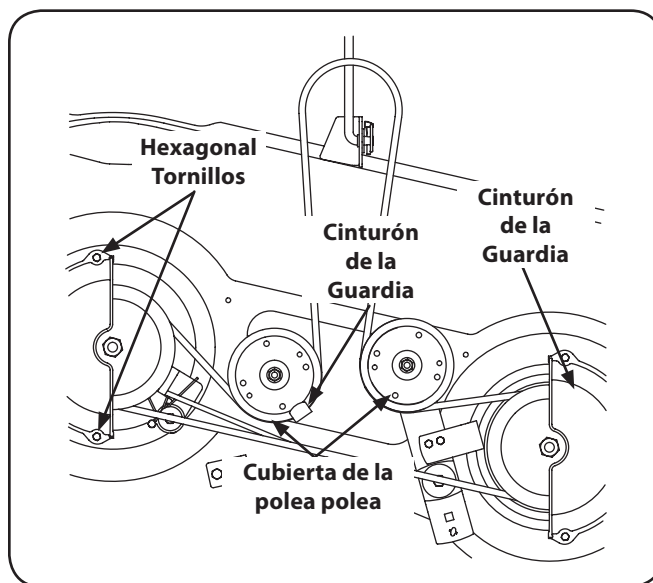

Figura 7-9
3. Afloje, pero no retire la varilla de fijador de la correa en la polea situada cerca de la parte posterior de la cubierta. Véase la figura. 7-9.